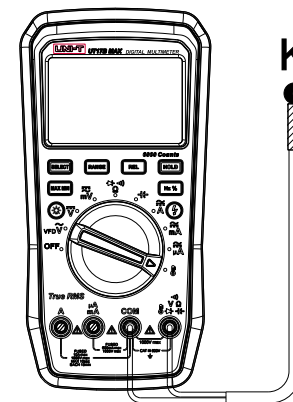

Abbildung 8
8. Temperaturmessung (UT17B MAX & UT18B MAX) (Abbildung 8)